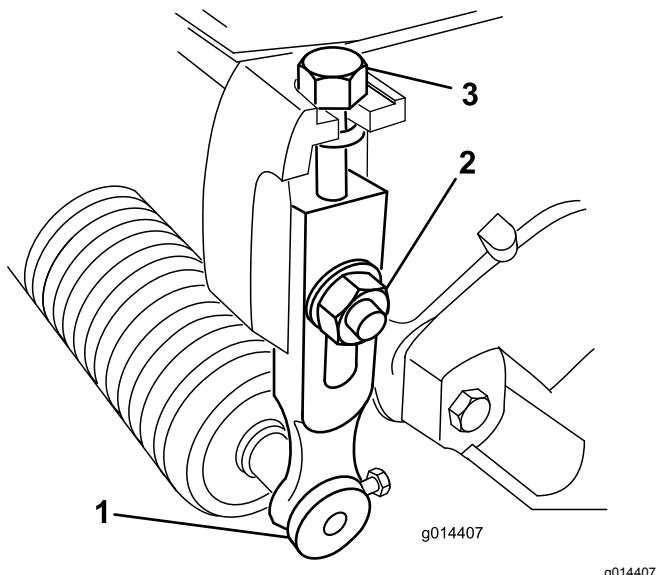

Figura 14
1. Afloje las contratuerzas que sujetan los brazos de altura de corte a las chapas laterales de la unidad de corte (Figura 14).